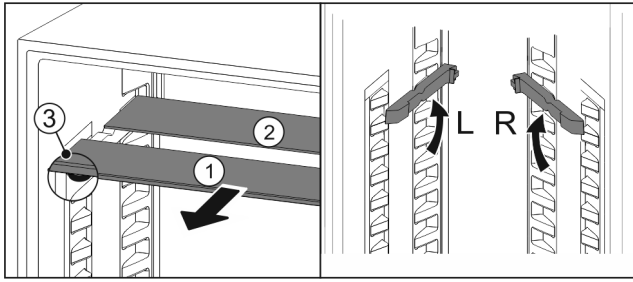

Fig. 112
- Glasplatten einzeln nach vorne herausziehen Fig. 112 (1).
- Glasplatte Fig. 112 (1) mit Zierleiste liegt vorne.
- Stopps Fig. 112 (3) zeigen nach unten.